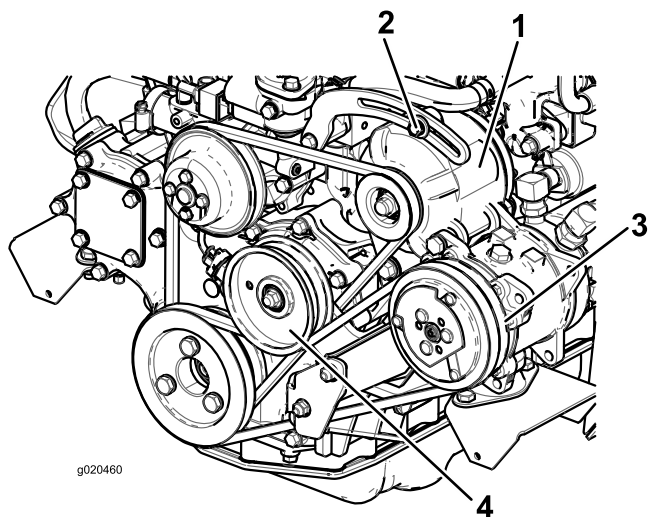

Figura 64
2. Se a deslocação obtida não for igual a 10 mm, deve desapertar os parafusos de montagem do alternador (Figura 64).